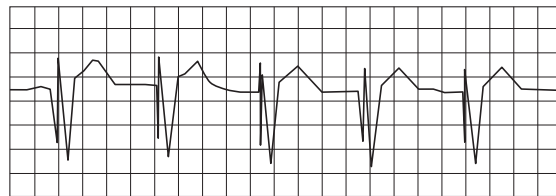

図6 心室ペーシング時の体表表面心電図
3) 心室ペーシングを行うために、心房ペーシングの2)と3)の項を繰り返します。心室刺激の出力は通常3mA以下で可能です。ペーシングができれば、適正な感度を調整します。図6は代表的な心室ペーシング時の心電図です。